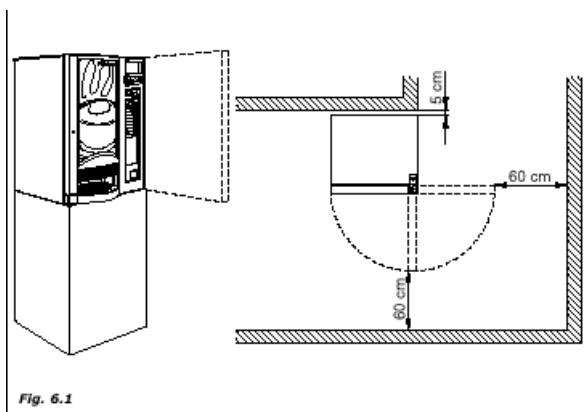

Fig. 6.1
- Аппарат располагается у стены, расстояние до стены должно быть не менее 5 см (рис. 6.1) для постоянной вентиляции. Никогда не накрывайте торговый автомат тканью или другим аналогичным материалом.
Если аппарат устанавливается в коридорах для эвакуации, убедитесь, что аппарат с открытой дверцей оставляет достаточно места для прохода (рис. 6.1).